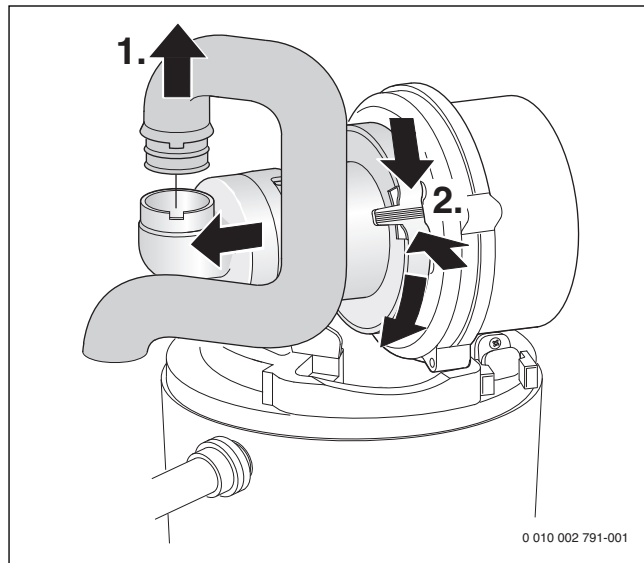

Fig. 43 Afmontering af sugerør og blanderenhed
- ▶ Afmonter blandeenheden (→ fig. 43).